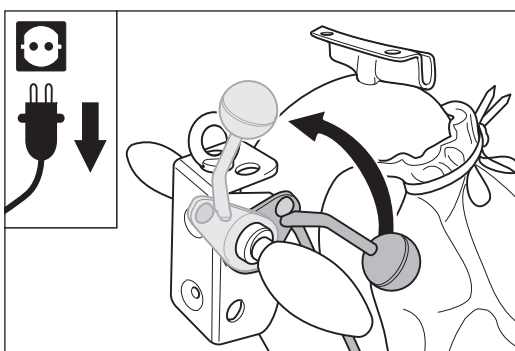

Abb. 39 Den Ablasshebel am Handgriff bis zum Anschlag nach oben ziehen. Dadurch wird die Schleifwalze vom Boden abgehoben.
- 2 Ziehen Sie den Ablasshebel am Handgriff bis zum Anschlag nach oben (Abb. 39). Dadurch wird die Schleifwalze vom Boden abgehoben.